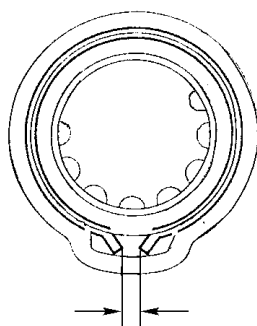

图 5-111 卡环安装间隙
4) 安装卡环后, 确认卡环在轴承和壳体的槽上, 而且如图 5-111 所示, 卡环的间隙为 0~9mm。